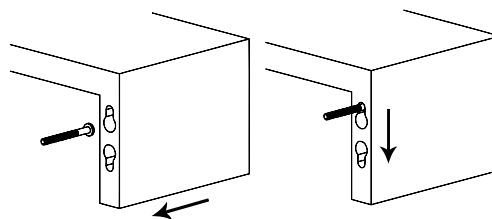

Figure 3
ÉTAPE 3: Installez chaque tablettes en positionnant les encoches en trou de serrure sur les vis, puis en appliquant une légère pression vers le bas, tel qu'illustré à la **Figure 3**.